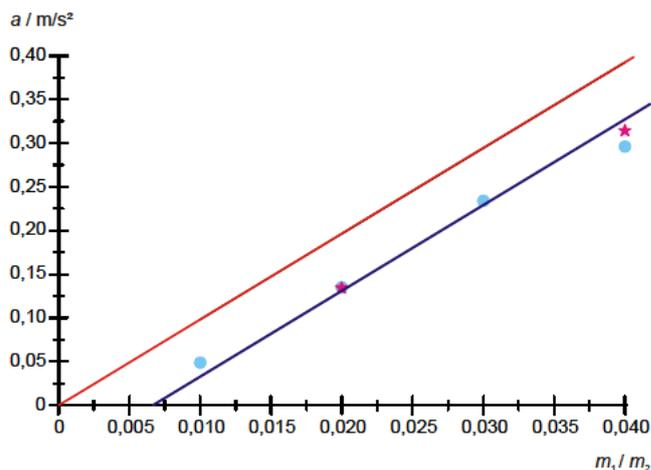

Fig. 5 Aceleración a en dependencia con la relación de masas m_1/m_2 . $a = m_1/m_2 * g$ (—), $a = (m_1/m_2 - \mu) * g$ (—), $m_2 = 500$ g (★), 1000 g (●)
La Fig. 5 muestra la dependencia de la aceleración con la relación de masas m_1/m_2 . En una buena aproximación, los valores de medida se encuentran en una recta, que ha sido calculada de acuerdo con la Ec (7) con $\mu = 0,0069$.